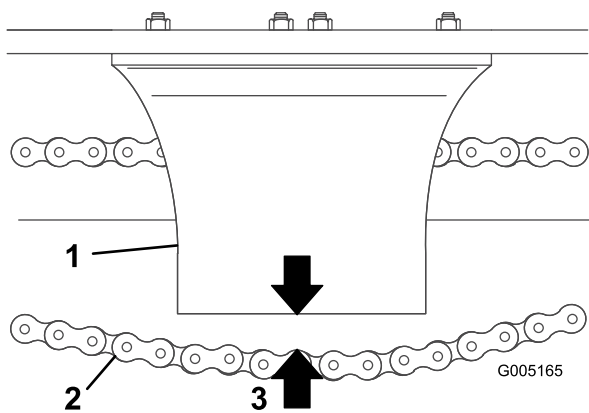

Figura 33
- Mida la distancia entre la parte inferior del protector de la cadena y el tramo inferior de la cadena (Figura 33). Si la holgura de la cadena no está en el intervalo de 1-1/2 a 2-1/2 pulgadas (3,8 a 6,35 cm), ajuste la tensión (consulte Ajuste de la tensión de la cadena de transmisión (página 33)).
cadena y el tramo inferior de la cadena está en el intervalo de 3.8 a 6.35 cm (1-1/2 a 2-1/2 pulgadas) (Figura 33).